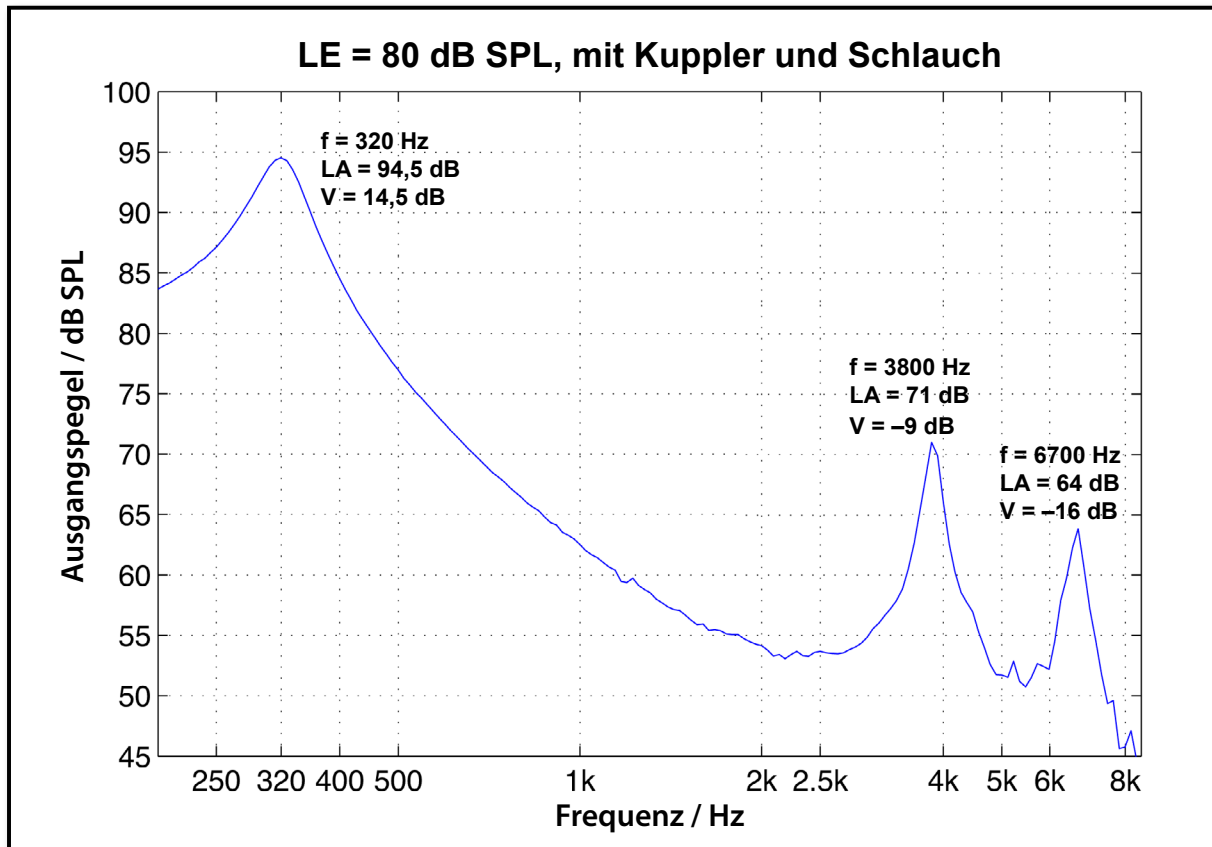

Abb. 4: Kennlinie für einen 2ccm-Kuppler ohne Hörgerät, aber mit Schlauch
Die Kuppler-Kennlinie wird ohne Hörgerät mit einem Sinussweep (200 Hz bis 5 kHz) bei einem Pegel von 80 dB SPL aufgenommen (siehe Abb. 4).
- Die Resonanz sollte bei ca. 320 Hz +14,5 dB betragen (siehe Abb. 4). Die Lage der Resonanz ist abhängig von der Schallschlauchlänge. Liegt das Maximum nicht bei 320 Hz, sondern bei höheren Frequenzen, dann ist der Schlauch zu kurz, liegt das Maximum bei tieferen Frequenzen, dann ist der Schlauch zu lang.
- Die in Abbildung 4 dargestellte Kennlinie sollte im Bereich von 200 Hz bis 2 kHz mit einer maximalen Abweichung von ± 2 dB und im Bereich von 2 kHz bis 5 kHz mit einer maximalen Abweichung von ± 3 dB reproduziert werden. Das Maximum im Frequenzbereich soll innerhalb einer Abweichung von ± 5 % liegen.